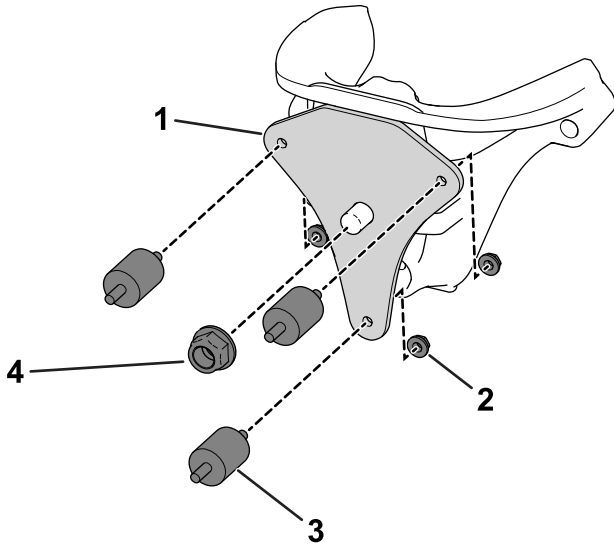

Figure 5
- Utilisez un écrou (5/8") pour fixer la plaque de montage à la tête de direction (Figure 5).
9. Fixez 3 amortisseurs de vibrations en caoutchouc à la plaque de montage à l'aide de 3 écrous (5/16"), comme montré à la Figure 5.